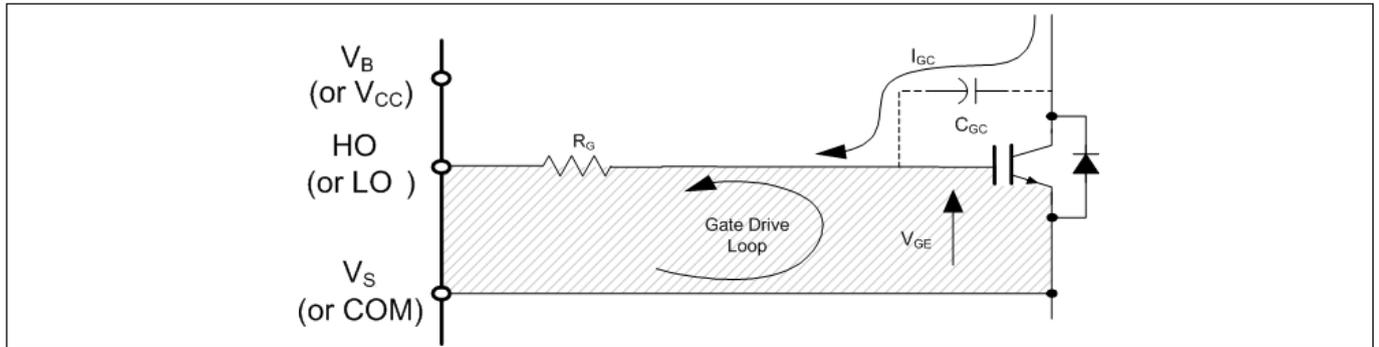

图 21 避免天线环路
**栅极驱动环路：**电流环路如同天线，能够接收和发射电磁噪声（请参见图 21）。为了降低电磁耦合并提升功率开关的开关性能，必须尽可能减小栅极驱动环路的尺寸。此外，电流可以通过 IGBT 集电极-栅极寄生电容注入栅极驱动环路内部。栅极环路的寄生自感会在栅极-发射极两端产生电压，从而增加自导通效应的可能性。